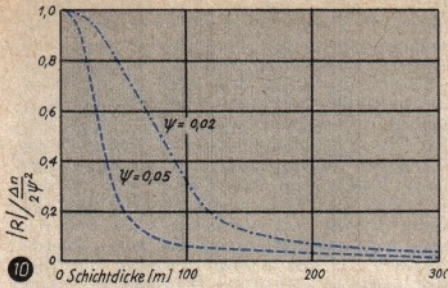

Abb. 10. Änderung des Reflexionskoeffizienten mit der Inversions-Schichtdicke und dem Einfallswinkel
**Reflexion.** Für die Feststellung, wie groß der Anteil der an einer höher gelegenen Inversionsschicht reflektierten Strahlung ist, sind folgende Faktoren maßgebend: Einfallswinkel  $\psi$ , Änderung des Brechungsindex in der Schicht  $\Delta n$  und die Schichtdicke (Abb. 10). Je streifender der Winkel ( $< 1,5^\circ$ ), je dünner die Sprungschicht und je größer der Sprung im Brechungsindex ist, desto größer ist der reflektierte Anteil.